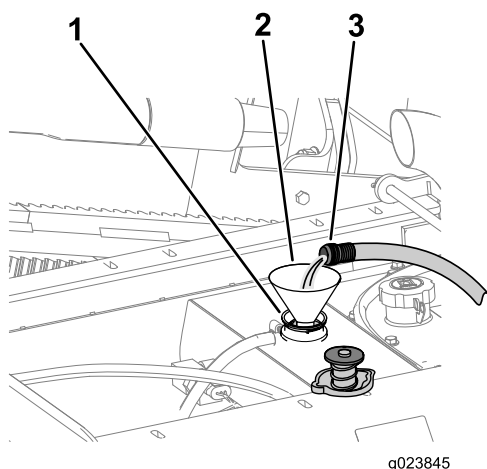

Figura 113
- B. Llene el radiador con agua limpia (Figura 113).